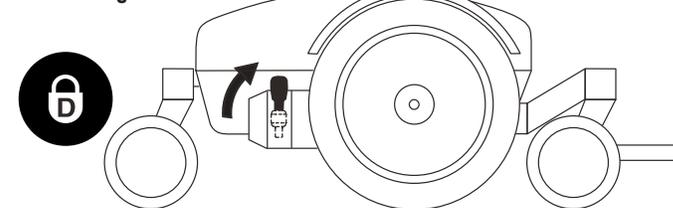

Figura 2. Leve sblocco ruote manuale
1. Premere entrambe le leve di sblocco ruote per passare alla modalità di sblocco ruote (motore di trazione disattivato). **Vedere figura 2.**
2. Tirare su entrambe le leve di sblocco ruote per passare alla modalità di guida (motore di trazione attivato). **Vedere figura 2.**